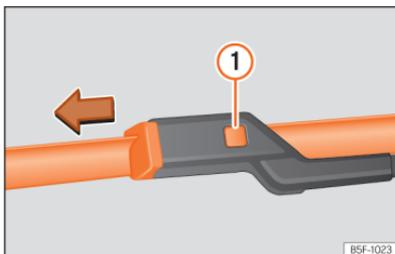

Fig. 191 Substituição das escovas do limpa-vidros.
- Mantenha pressionado o botão de desbloqueio »» **Fig. 191** ⓘ puxando ligeiramente pela escova no sentido da seta.